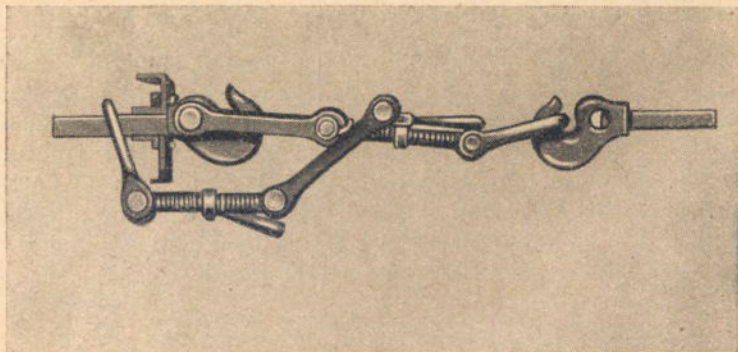

Bild 2a
a) Bei quadratischer Form der Zughakenführung □ und lang gebrochener Zugstange versuchen, die Zugstange wieder einzuschieben. Die Kupplung des gegenüberstehenden Wagens lösen. Kupplungsbügel dieser Kupplung hinter dem Kopfstück über die Zugstange streifen. Laschen rechts und links neben die Kupplungsspindel legen und Kupplungsbolzen über der Kupplungsspindel durch die Laschen wieder einziehen — siehe Bild 2a und 2b.